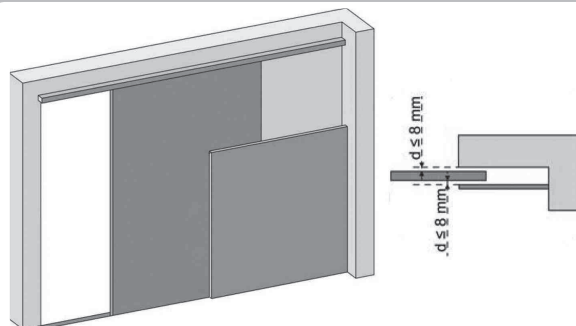
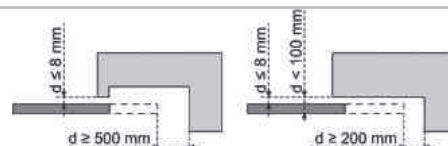

Abbildung 1 - Mechanischer Schutz
Abbildung 2 - Sicherheitsabstand
Schutz durch eine mechanische Vorrichtung (siehe Abbildung 1) oder durch Sicherheitsabstände (siehe Abbildung 2)
2.1 Lieferumfang - Abb. 1
2.2 Anwendungsbereich - Abb. 2
> Torart (Abb.2)